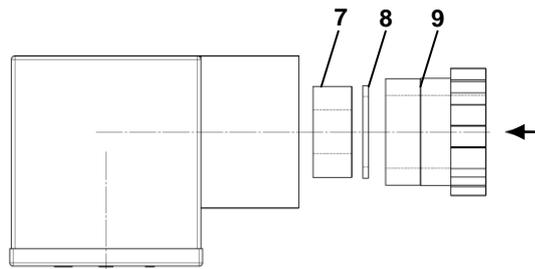

Abbildung 5
- Führen Sie die Anschlussleitung durch die Kabelverschraubung Pos. 9, den Druckring Pos. 8 und den Gummieinsatz Pos. 7 in die Anschlussdose ein (Abb. 5).